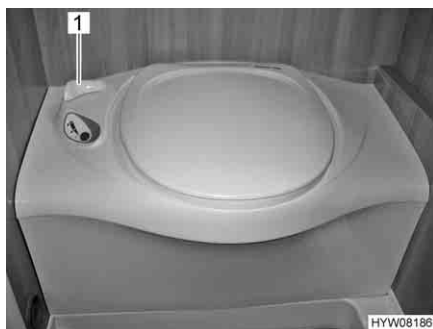

Bild 195 Thetford-toalett
- Öppna spjället på Thetford-toaletten före spolning. Därtill vrids spjällspaken (Bild 195,1) moturs.
- Efter spolning stängs spjället. Därtill vrids spjällspaken (Bild 195,1) medurs.